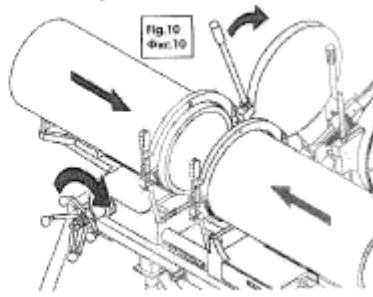

Fig.10
- Deschideți caruciorul, îndepărtați termoplaca și uniți țevile cu forța de sudură (mențineți forța pe tot timpul sudurii prin blocarea cu ajutorul manerului **K** (fig. 10)